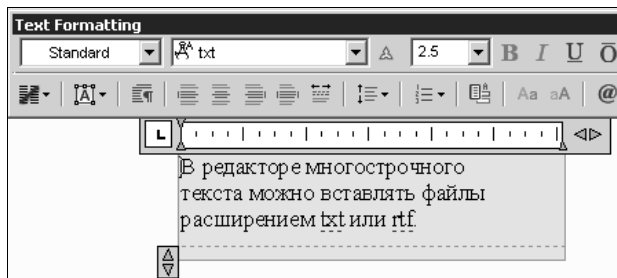

Рис. 11.18. Редактор многострочного текста после вставки внешнего файла
2. В диалоговом окне **Select File** (Открытие файла) найдите папку с файлом, выберите его и нажмите кнопку **Open** (Открыть). В окне редактора многострочного текста появится текст, который содержится во вставляемом файле (рис. 11.18).